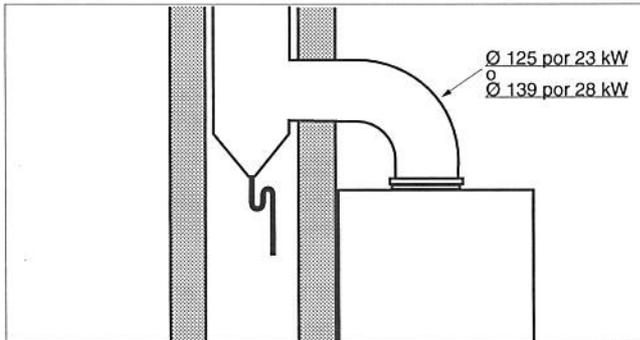

Fig. 7
Prever un recipiente de purga para evitar que la posible condensación del conducto caiga en el aparato (fig. 7).
- Se ha previsto la conexión para encajar el tubo o el codo en el interior de la salida del cortatiro antirebufo de la caldera (ver fig. 7, página 9).